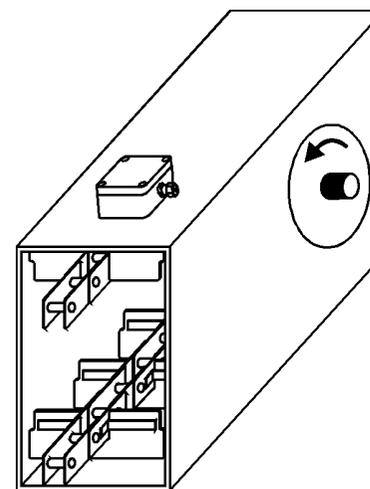

Рис. 6. Контроль обрыва цепи скребкового конвейера.
Для **контроля обрыва цепи скребкового конвейера** устройство устанавливается в подготовленные отверстия сверху на защитный короб механизма вблизи приводной станции (рис. 6). РДКС-02 должно быть настроено на движение верхней части цепи. Для этого чувствительность устройства уменьшается до минимального положения, при котором зеленый светодиод устойчиво горит. Так как привод механизма толкает вперед верхнюю ветвь, обрыв цепи в любом месте конвейера вызывает её мгновенное провисание в точке установки устройства. Расстояние между движущейся цепью и РДКС-02 увеличивается, уровень отражённого от цепи радиосигнала падает и становится недостаточным для поддержания устройства в «замкнутом» состоянии. РДКС-02 отключает транспортёр, предохраняя его от разрушения.
**ВНИМАНИЕ!** В месте установки устройства не должны присутствовать ограничители, поддерживающие цепь снизу (перегородки, ролики, «лыжи» и т. д.). Наличие подобных ограничителей не позволит цепи провиснуть и не приведёт к срабатывания устройства при обрыве цепи! Направление вращения приводной звёздочки должно строго соответствовать рис. 6.